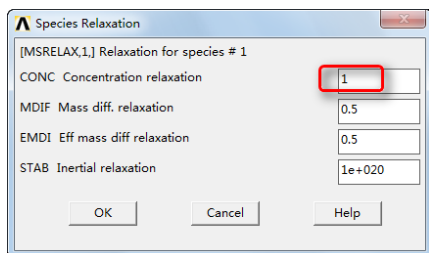

图 10-88 “Species Relaxation”对话框
22 单击“OK”按钮会弹出“Species Relaxation”对话框，如图 10-88 所示，在 CONC Concentration relaxation 输入框输入 1，其余采用默认设置。
⑤5 单击“OK”按钮会弹出“Species Relaxation”对话框，如图 10-88 所示，在“CONC Concentration relaxation”输入框输入 1，其余采用默认设置。